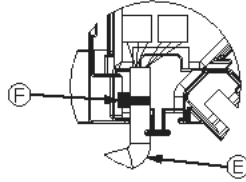

Fig. 10-10
- Panel kanatçık motor kablolarını tespit eden bantı konektör kutusuna şemadaki gibi yerleştirin. (Fig. 10-10)